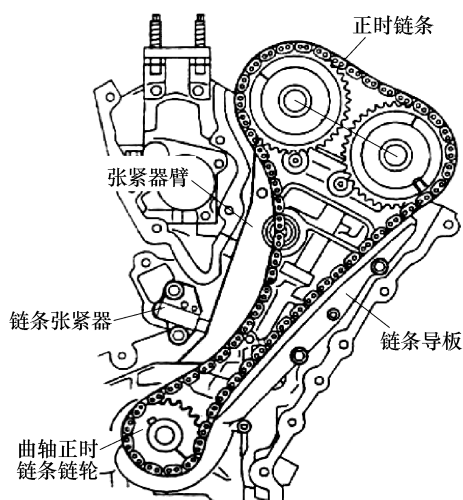

图 5-29 拆下左侧正时链
2) 按下列顺序拆下正时链条 (左侧), 如图 5-29 所示。
(3) 正时链条部件 (左侧) 安装要点